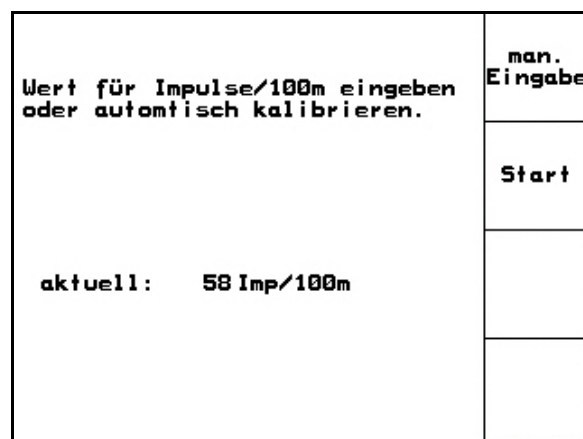

Fig. 29
-  el valor se conoce (véase Fig. 29) y se introduce en AMATRON 3 de forma manual.